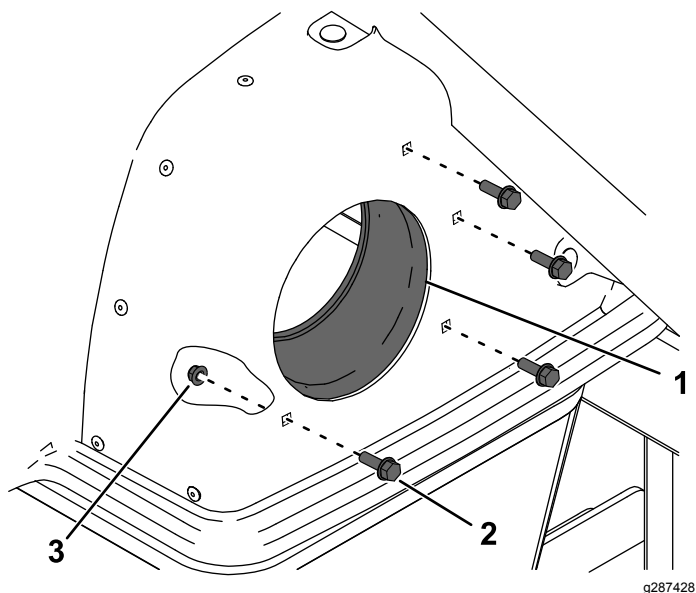

Bild 4
1. Handrad (4)
2. Gebläseklemme (2)
- Entfernen Sie die vorhandenen vier Schrauben, vier Muttern und den Motorhaubenadapter von der Haube (Bild 4).
6. Montieren Sie den neuen Motorhaubenadapter mit vier Schrauben und vier Muttern in die neuen Befestigungslöcher (siehe Bild 4). Ziehen Sie die Schrauben auf ein Drehmoment von 10,2 bis 12,4 Nm an.